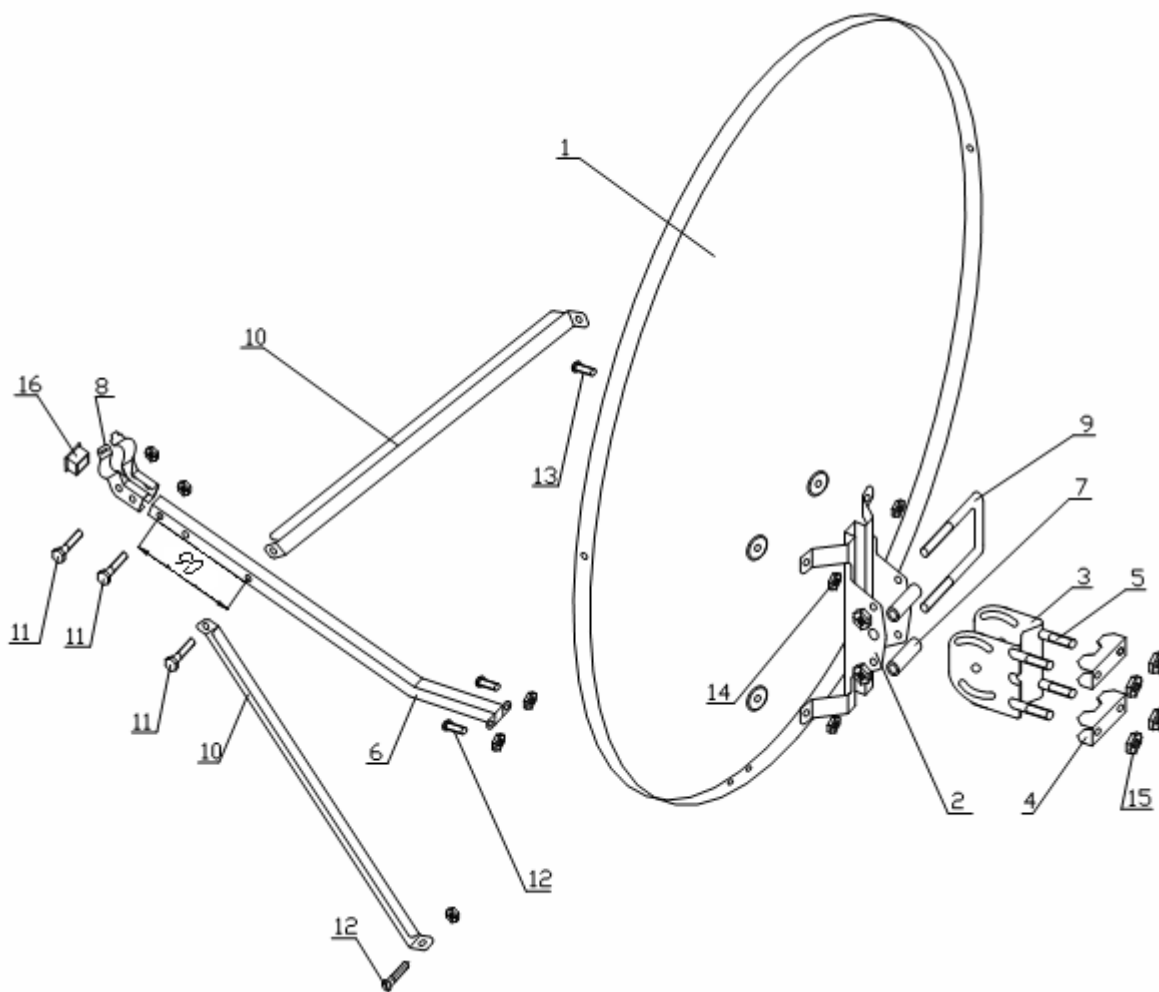

Рис.2
## Сборка антенны производится в соответствии с рис. 2.
3. Закрепить дугу конвертородержателя на отражателе винтами М6х16 (поз.12, см.Рис.2).
4. Установить растяжки, для чего закрепить один конец растяжки на отражателе винтом М6х16 (поз.12), а другой конец на дуге конвертородержателя болт М6х35 (поз.11, см.Рис.2). Закрепить гайками.
5. Установить держатель облучателя (поз.8) вместе с облучателем на дуге конвертородержателя, для чего: вставить выступ на левой половине конвертородержателя в паз на правой половине конвертородержателя, обхватить ими облучатель и закрепить все в сборе на дуге конвертородержателя болт М6х35 (поз.11) и гайкой М6. Установить дополнительно болт М6х35 (Рис.2, поз.11). Сильно не затягивать.